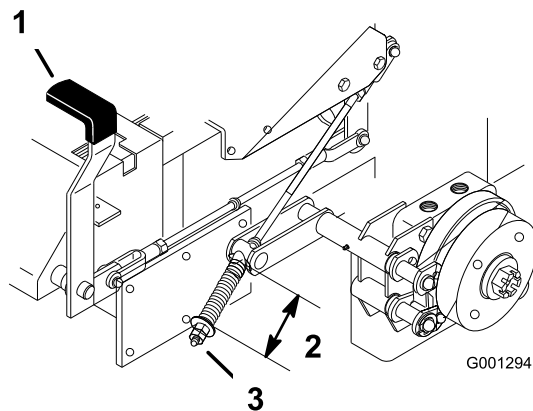

Figura 49
2. Misurate la lunghezza della molla. La misura tra le rondelle deve essere di 64 mm (Figura 49).
3. Nel caso in cui occorra effettuare una regolazione, rilasciate il freno di stazionamento, allentate il controdado sotto la molla e serrate il dado immediatamente sottostante la molla (Figura 49). Girate il dado fino ad ottenere la misura esatta. Girate il dado in senso orario per accorciare la molla, o in senso antiorario per allungarla.